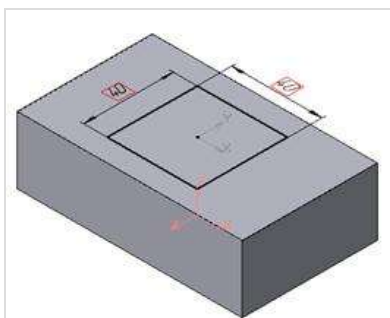
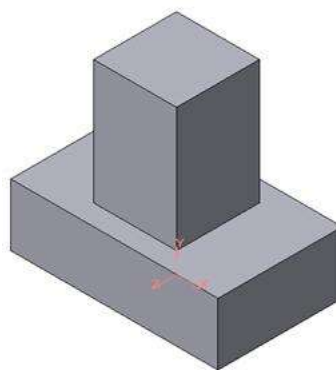

Рисунок 52- Эскиз призмы
Рисунок 53 -Операция приклеивания элемента
2. Для построения верхнего элемента детали рис.51 - прямоугольной четырехгранной призмы на верхней плоскости основания вычертим эскиз - квадрат со сторонами 40 мм (рис.52) и приклеим призму выдавливанием на 50мм (рис.53).